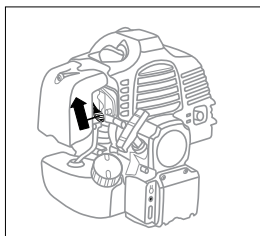

рис. 10
4. Переведите рычаг воздушной заслонки в верхнее положение – |/| «Закрыто» (рис. 10).
5. Запуск с помощью электростартера: переведите клавишу «Старт/Стоп», расположенную на рукоятке управления, в положение 2 (рис. 11 а) либо нажмите кнопку запуска двигателя (рис. 11 б). Двигатель запустится и заглохнет из-за слишком богатой смеси. Переведите рычаг воздушной заслонки (рис. 10) в среднее положение. Затем переведите клавишу «Старт/Стоп», расположенную на рукоятке управления, в положение 2 (рис. 11 а) либо нажмите кнопку запуска двигателя (рис. 11 б), двигатель должен запуститься.
7. Переведите рычаг воздушной заслонки (рис. 10) в среднее положение.